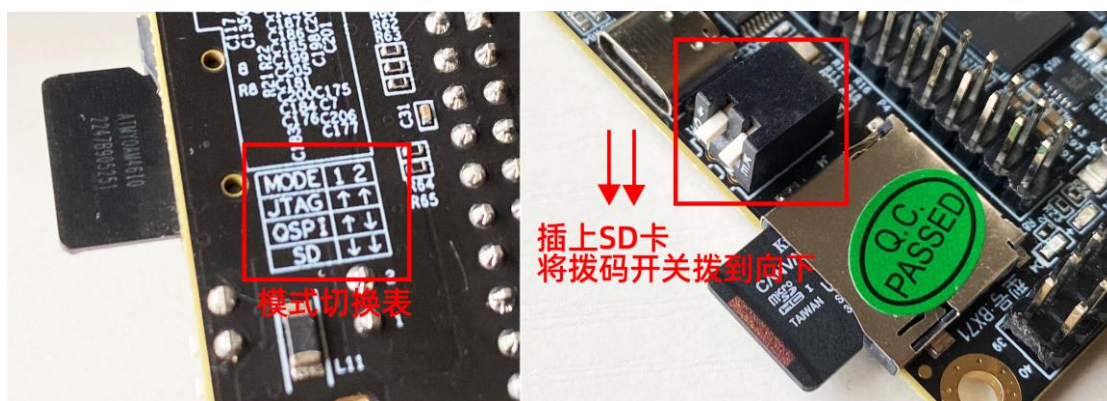

图 1-36 SD 卡模式配置
(4) 手动设置 zynq 开发板启动模式，将 SD 卡卡槽下方的拨码开关全部拨到向下，如图 1-36 所示：